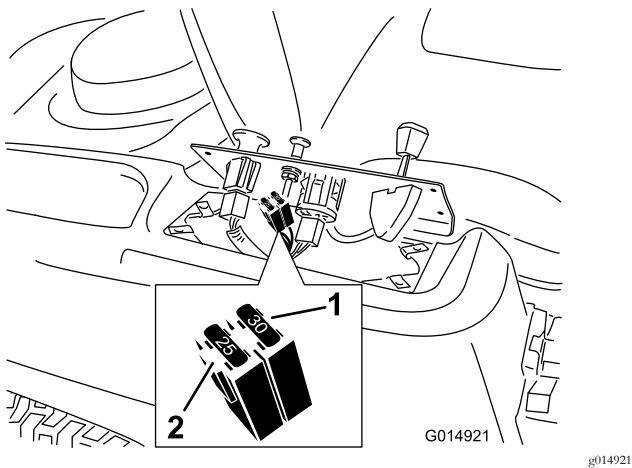

Figura 51
2. Sollevate la plancia per accedere al cablaggio preassemblato principale e al portafusibili (Figura 51).
3. Per sostituire un fusibile, tiratelo (Figura 51) ed estraetelo dall'attacco.